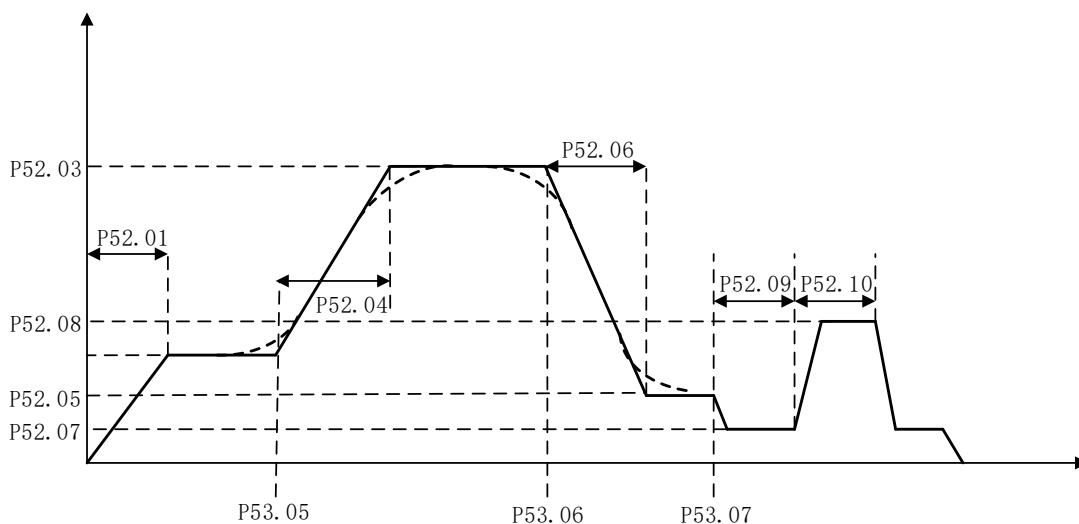

图 7.7 编码器控制关门运行曲线
e) 门宽自学习 + 端子自学习，参见“图 7.7 编码器控制关门运行曲线”，学习完成后核实参数 P50.03 与真实门宽是否相符，以及 P30 数字量输入到位端子功能设置是否正确。判断公式：